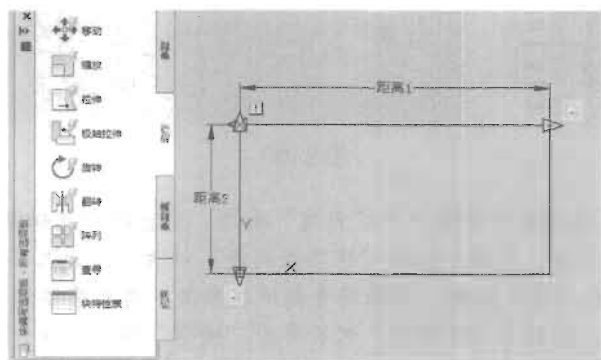

图 8-57
(5) 切换到“动作”面板, 分别给两个“线性”参数添加“拉伸”动作, 将其定义为动态块, 如图 8-57 所示。